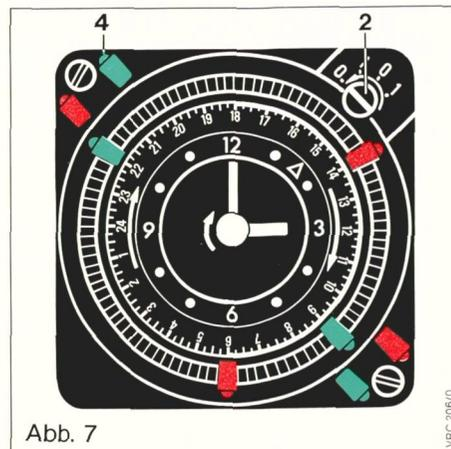

Abb. 7
Abbildung 7 zeigt die Einstellung «normaler» Heizbetrieb von 6.00—9.00 und 14.00—22.00 Uhr und Heizbetrieb mit Temperaturabsenkung von 9.00—14.00 und 22.00—6.00 Uhr.
Der jeweilige Programmzustand der Heizungsregelung ist außer der Stellung der Schaltreiter auch an der Markierung des Einstellknopfes (Abb. 7, Pos. ②) ersichtlich.
Abb. 7 zeigt die Einstellung „normaler Heizbetrieb“ von 14.00—22.00 Uhr. Wird der Heizbetrieb einmalig ab 12.00 Uhr gewünscht, so ist zu diesem Zeitpunkt der Einstellknopf ② um eine Schaltposition von 1 auf 0 (entgegen dem Uhrzeigersinn) weiterzudrehen.